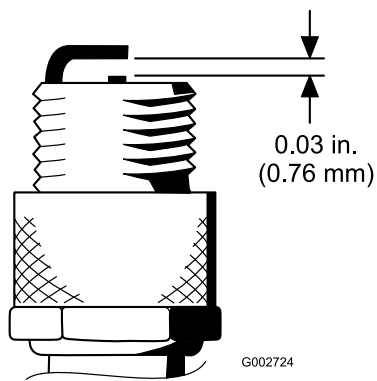

Figura 44
4. Ajuste la distancia entre los electrodos central y lateral a 0,76 mm (Figura 44).